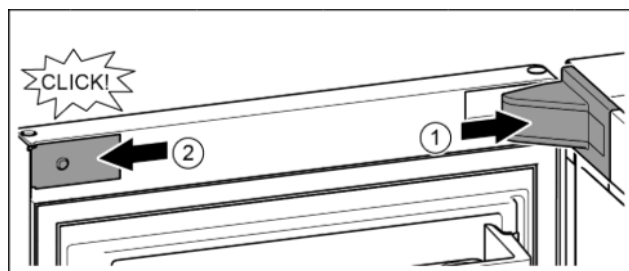

Fig. 21
- Poser et enclencher le cache du support de palier, l'introduire en appuyant délicatement. Fig. 21 (1)
- Mettre en place le cache latéralement et l'enclencher. Fig. 21 (2)